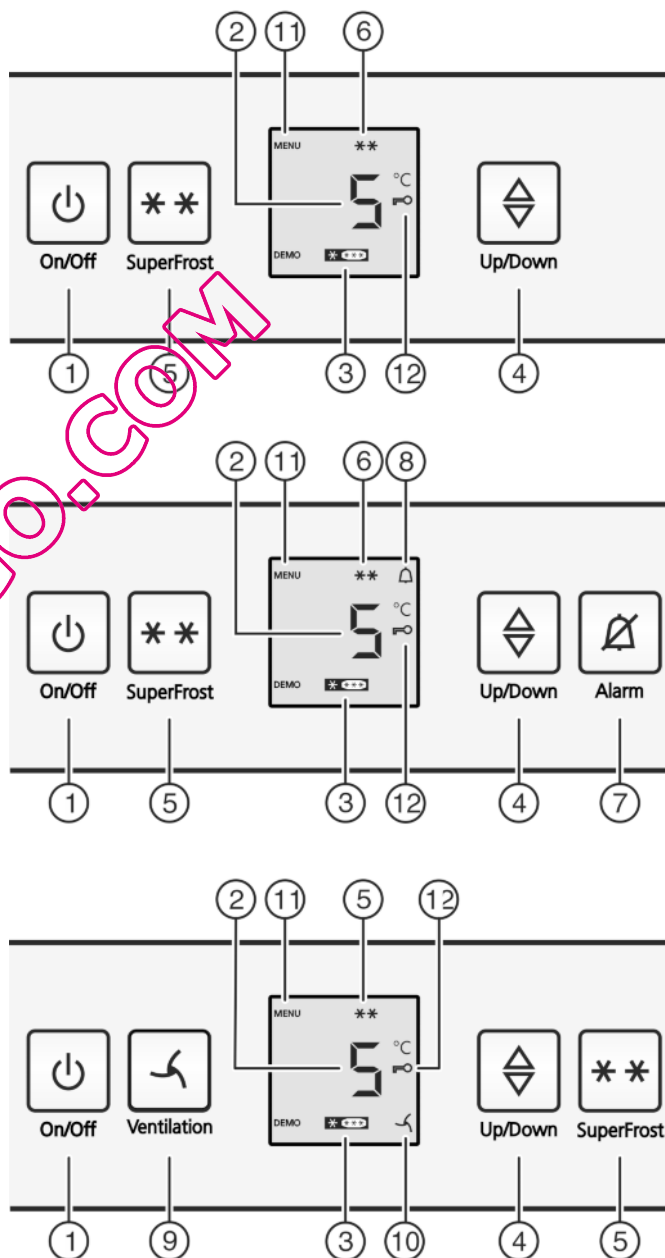

Fig. 2
- ▶ Appuyez sur la touche marche/arrêt Fig. 2 (1).
- ▶ Activer le mode de réglage : appuyer sur la touche SuperFrost Fig. 2 (5) pendant env. 5 secondes.
- ▷ Le symbole Menu Fig. 2 (11) apparaît dans l'affichage.
- ▶ Confirmez en appuyant brièvement sur la touche SuperFrost Fig. 2 (5).
- ▷ Le symbole Sécurité enfants Fig. 2 (12) s'allume dans l'affichage.
- ▶ Appuyez brièvement sur la touche On/Off Fig. 2 (1).
- ▷ Le symbole Sécurité enfants Fig. 2 (12) s'éteint.
- ▶ Appuyer sur la touche Alarme Fig. 2 (7).
L'affichage de la température clignote en même temps que le symbole Alarme Fig. 2 (8).
L'avertisseur sonore s'éteint automatiquement et le symbole Alarme Fig. 2 (8) et l'affichage de température arrêtent de clignoter lorsque la température est de nouveau suffisamment froide.